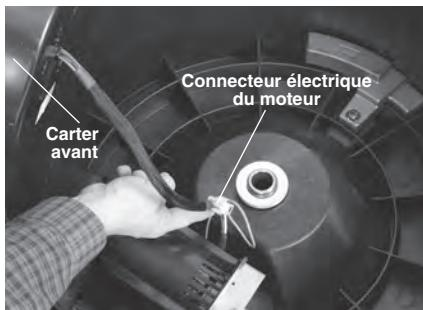

Figure 18 – Carter du dégorgoir ouvert
2. Servez-vous d'une clé Allen de 4 mm pour desserrer les vis du couvercle avant qui sont attachées au carter et au cadre. Relevez le carter pour débrancher le connecteur électrique du moteur (Figure 18). Enfilez le câble à travers l'orifice pour le réintroduire dans l'appareil. Retirez le carter avant.